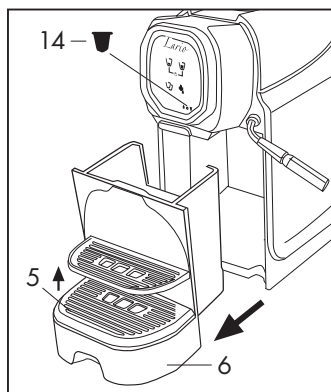
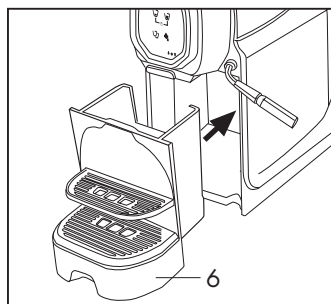

Fig. 15
Fig. 16
Rimuovere la griglia raccogliogocce (5) (Fig. 15), lavare e asciugare i componenti quindi rimontare la vaschetta (6) ed inserirla nella propria sede (Fig. 16)